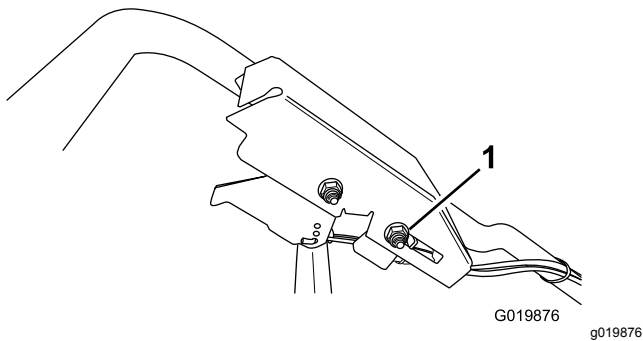

Bild 52
- Lösen Sie die Kabelstützmutter (Bild 52).